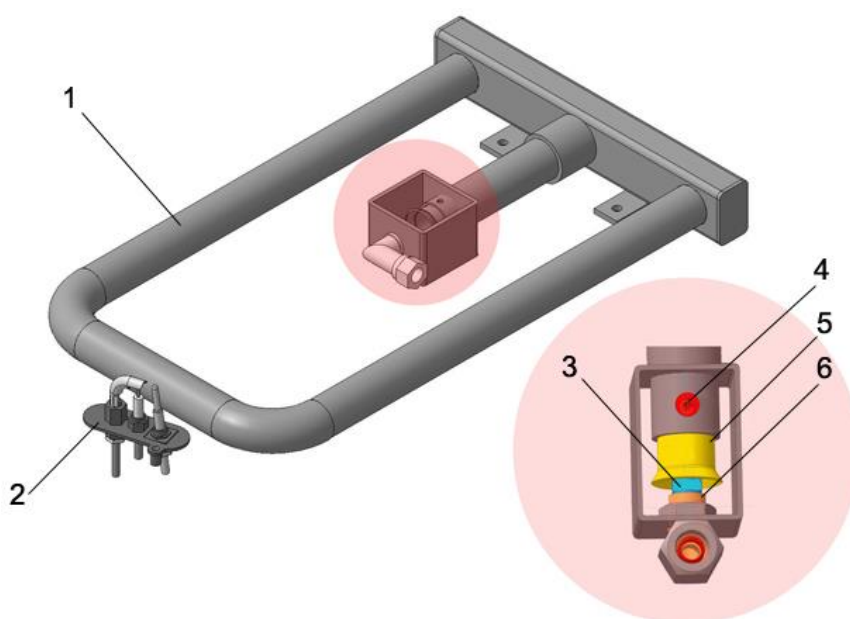
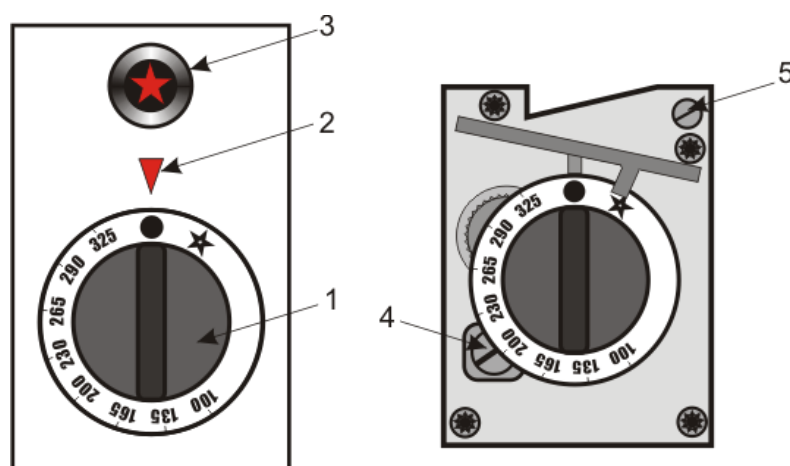

Рис.5. Общая конструкция горелок духового шкафа
Рис.6. Конструкция крана духового шкафа
- Найдите смеситель горелки (рис.5). Снимите крышку со смесителя, выкрутив крепежный винт.
- Ослабьте винт 4 (рис.5) и, перемещая цилиндр шибера 5 (рис.5), добейтесь нормального горения пламени.
- При достижении нормального пламени горелки закрепите шибер, затянув винт 4 (рис.5).
- Закрутите регулировочный винт 4 (рис.6) **по часовой стрелке до упора**.
- Открутите регулировочный винт 4 (рис.6) **против часовой стрелки** на 1-2 оборота (в зависимости от типа газа), тем самым подав газ на основную горелку. Горелка должна загореться от запальника (для лучшего распространения пламени можно подуть на неё).
- Далее, закручивая регулировочный винт 4 (рис.6) **по часовой стрелке**, тем самым уменьшая подачу газа, добейтесь минимального пламени на горелке. Языки пламени должны быть минимальны, но при этом стабильны. Если подуть на горелку, часть языков пламени должна потухнуть, но через несколько секунд снова разгореться.
С помощью регулировочного винта 5 (см. рис.6) осуществляется регулировка подачи газа на запальную горелку духового шкафа. При повороте регулировочного винта по ходу часовой стрелки подача газа на запальную горелку уменьшается, при повороте против хода часовой стрелки – увеличивается.
- Ослабьте винт крепления цилиндра шибера 4 (рис.6) и сдвиньте шибер 5 (рис.5).
- На место старого сопла вверните сопло 3 (рис.5), соответствующее используемому виду газа, согласно табл. 4.
- Верните шибер на место и зафиксируйте винт 4 (рис. 5).
- Выкрутить два винта крепления крышки крана 2 (рис.5) и извлечь пробку крана из корпуса.